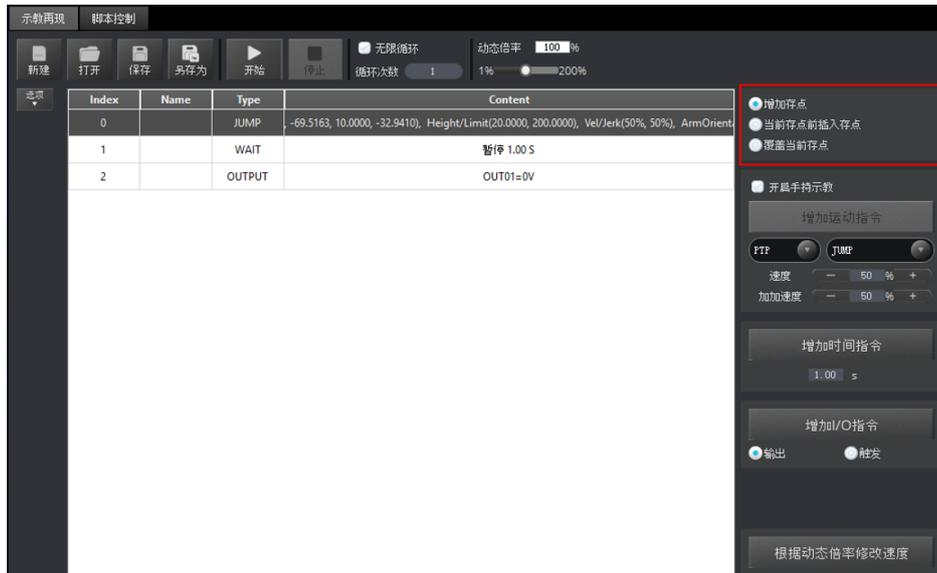

图 6.9 覆盖当前存点示意图
- 存点前，可在“示教再现”界面右侧对新增存点的位置进行选择，如图 6.9所示。